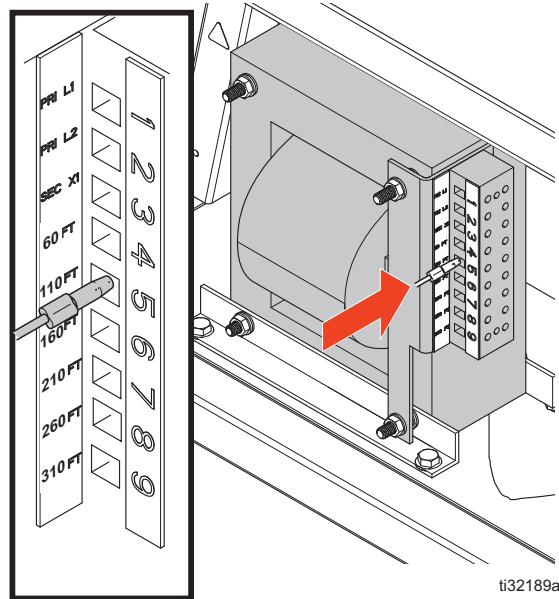

FIG. 14: Cables del transformador de la manguera
3. Pase el cable del transformador de la manguera (AC) al terminal que coincida con el largo de manguera instalado. El cable viene ajustado de fábrica a 60 pies. Vea la FIG. 14.